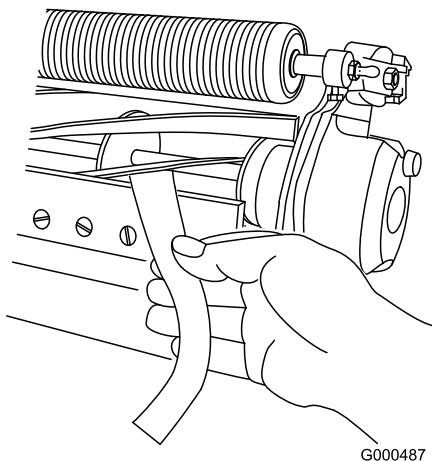

図 11
3. リール前面の左右いずれかの端を選び、リールと下刃の間に長く切った新聞紙片を差し入れる (図 11)。リールをゆっくり前回転させながら下刃調整ネジを締め (新聞紙を入れた側の調整ネジを、1 目盛りずつゆっくと)、新聞紙を前から (ベッドナイフの上面に平行に) 入れると軽く挟まれる程度に調整する。新聞紙を引き抜くのに軽い力が必要な程度でよい。
むだけ、下から差し込むと切れるのが正しい調整である (図 11)。リールと下刃のごくわずかの接触で紙が切れなければいけない。接触を強くしないと切れない場合には、鋭利な刃先を取り戻して精密なカットができるようにバックラップか研磨を行うことが必要 (Toro 研磨マニュアルを参照)。